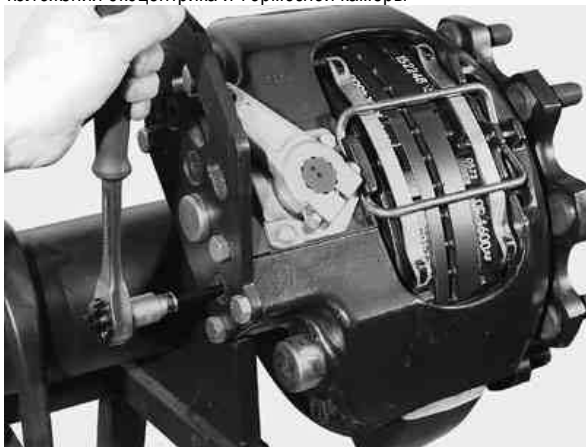

РИС. 13
В общем случае де-регулировка или "обратная настройка" осуществляется при повороте ключа в направлении, при котором слышны щелчки. (Это свидетельствует о нормальной работе ограничителя крутящего момента). Поворот ключа в обратном направлении осуществляется без шумового сопровождения, что свидетельствует о положительном регулировании и уменьшении зазора между тормозной колодкой и ротором (Рис. 13).
4. С помощью 6 мм торцевого ключа осторожно снимите тормоз (Рис. 13 и 14а). ВНИМАНИЕ: Изучите раздел 2.5, Ручная настройка.